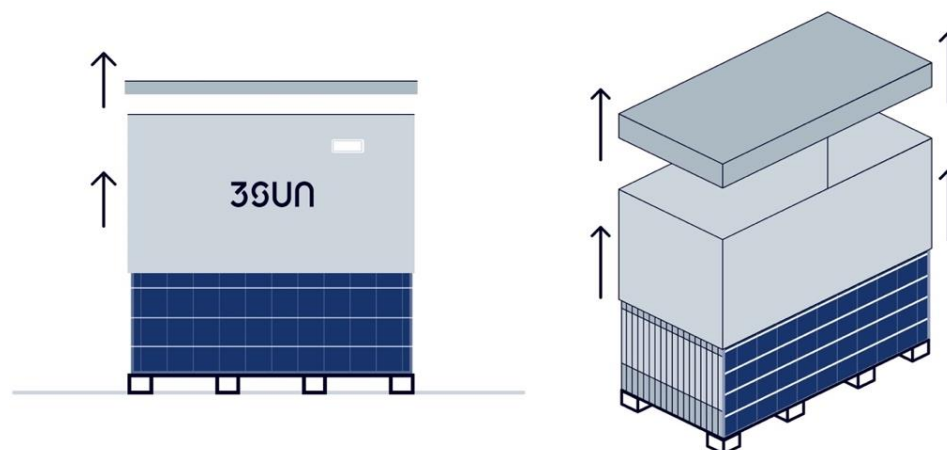

Figura 16: Rimozione del coperchio e dell'imballaggio perimetrale della scatola.
- b) Rimuovere prima il tappo di cartone della scatola e successivamente l'imballo di cartone perimetrale (Figura 16).